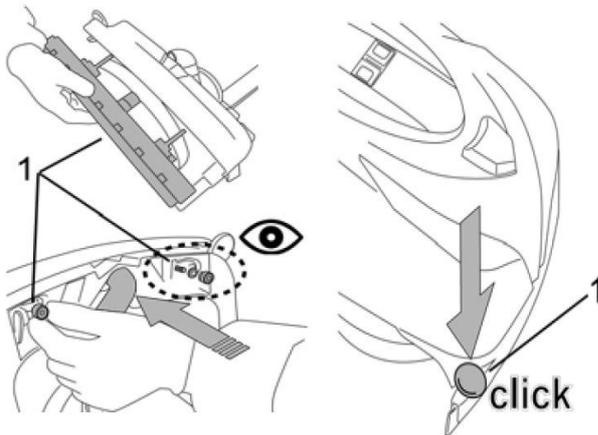

Abb. 8: Zusammenbau
- Schritt 6: Installieren Sie den hinteren Stoßfänger (Puffer) (rechts, Abb. 8)